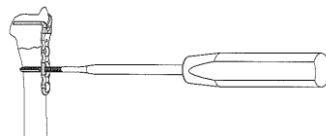

図11
- 11) 患者の骨質が硬い場合には、2.7 コーティカルスクリュータップ (グリップ型) を用いて、X線透視下に、手動的にプレタップを行います。(図11)